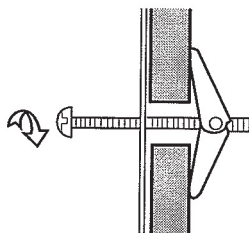

Figura 14
4. Alinee cuidadosamente la Placa de Montaje y sostenga en posición mientras aprieta los Pernos de Anclaje. Hale el Perno de Anclaje hacia usted y gire en sentido horario para apretar. Figura 14.